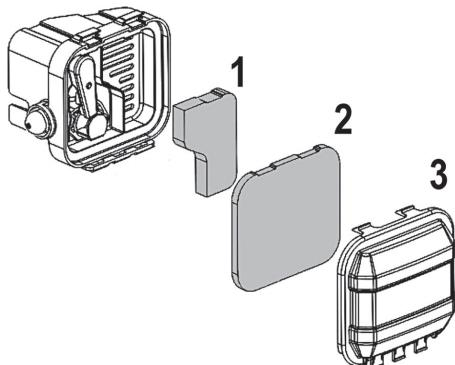

Рис. 10 Воздушный фильтр
1. Нажмите на фиксаторы и снимите крышку воздушного фильтра (Рис. 10 п. 3).
2. Извлеките предварительный воздушный фильтр (Рис. 10 п. 2).
3. Извлеките основной воздушный фильтр (Рис. 10 п. 1).